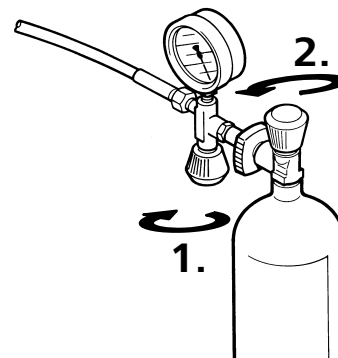

Fig. 11 Öppna tryckluftflaskan
- Öppna först långsamt påfyllningsventilen, därefter kranen på flaskan. Se Fig. 11.